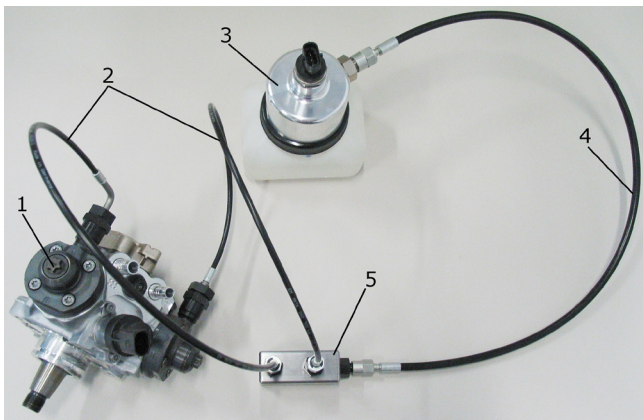

Abb. 14: Exemple de raccordement sur la pompe haute pression Common Rail CP 4.2
1. Connecter les raccords haute pression du CP 4.2 (fig. 14, pos. 1) et le rail de collecte (fig. 14, pos. 5) avec des flexibles noirs 60 MPa (fig. 14, pos. 2) et avec un adaptateur de raccordement correspondant, une équerre, un écrou et une bague de pression (filetage à gauche).
3. Raccorder le rail de collecte (fig. 14, pos. 5) avec un tuyau noir 60 MPa (fig. 14, pos. 4) au module du capteur de pression (fig. 14, pos. 3).
5. Raccorder le flexible 180 MPa au capteur de pression (fig. 14, pos. 5).